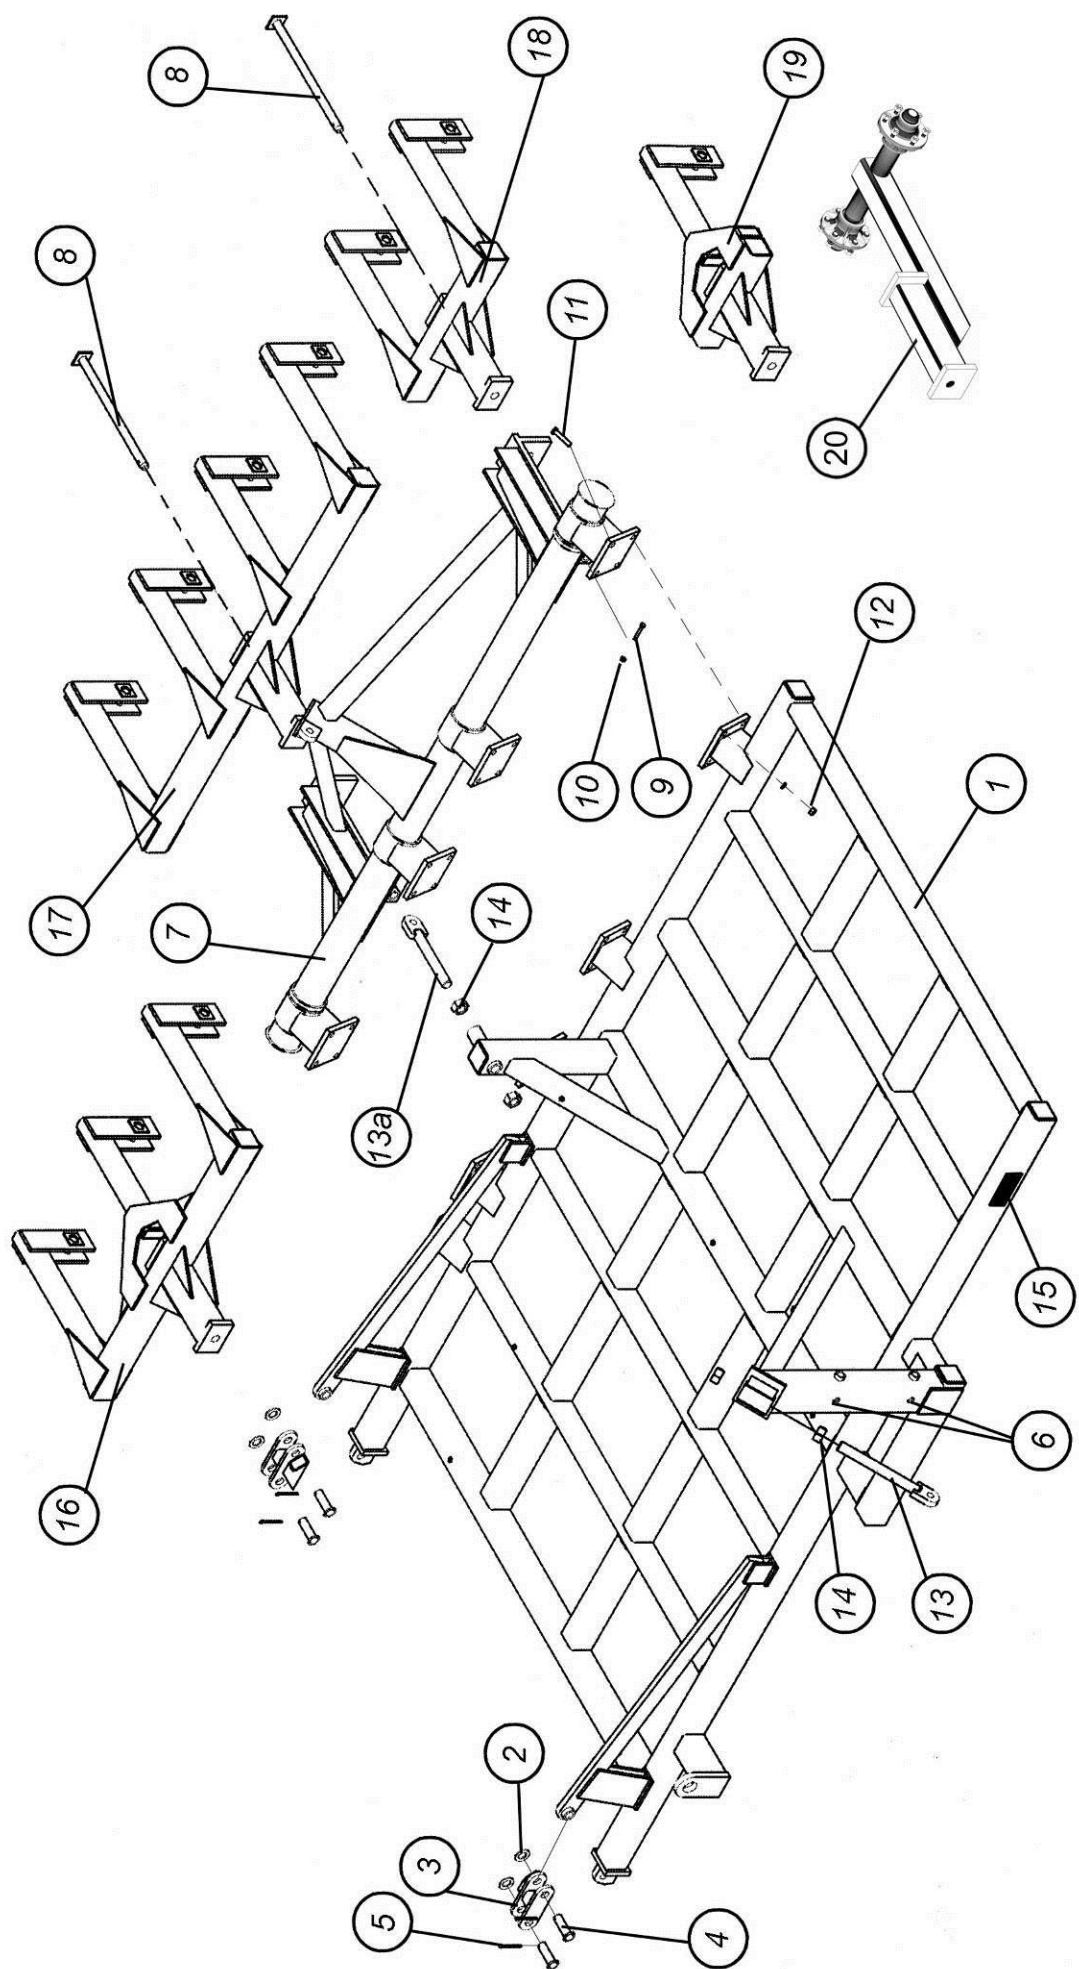

Рис. 7.1.2. Боковая рама с поворотным валом и подвеской прикатывающих колес
7.1.2.1. Боковая рама, вставка, поворотный вал, катки для ПК с катками (рис. 7.1.2.1)